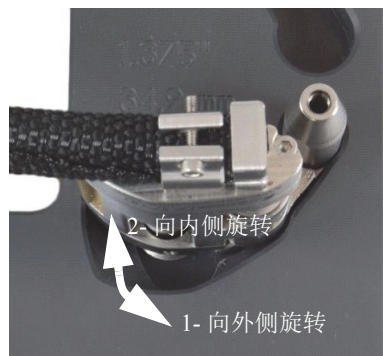

图 2-9 紧固尾部组件的调节螺钉
- c) 拿起放在设置模板槽中的尾部组件，从另一侧使用 2.5 毫米的六角螺丝刀紧固尾部组件的调节螺钉（参见第 25 页的图 2-9）。